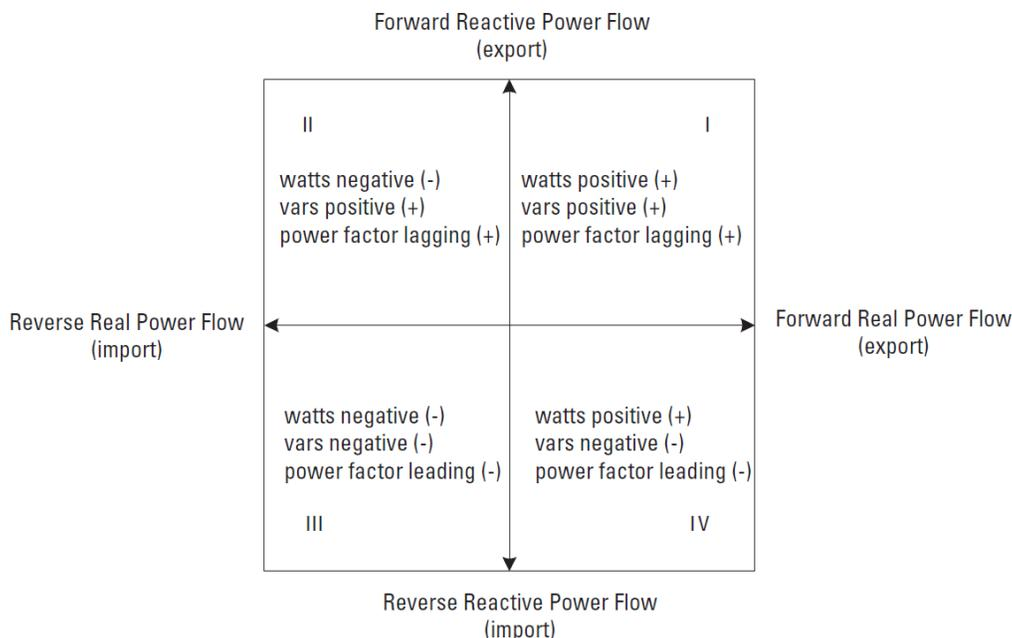

图 3-9 电力系统测量符号规约
3) 有关测量精度的信息，请参见附录“规格”。测量的功率和电流值的符号规约如图 3-9 所示。